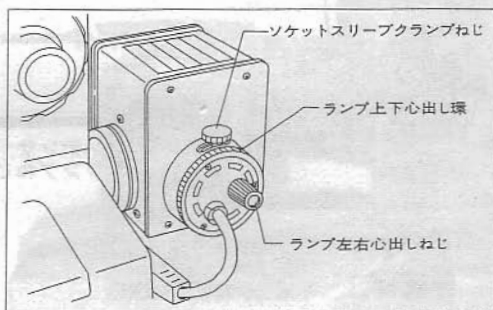
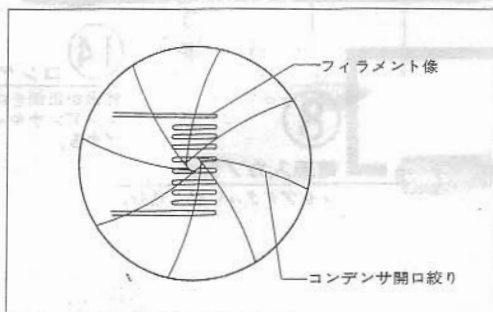

図7
図8
- 9) 図7のソケットスリーブクランプねじを緩めてから、ランプ左右心出しねじとランプ上下心出し環を操作して、図8のようにフィラメントの心出しをします。